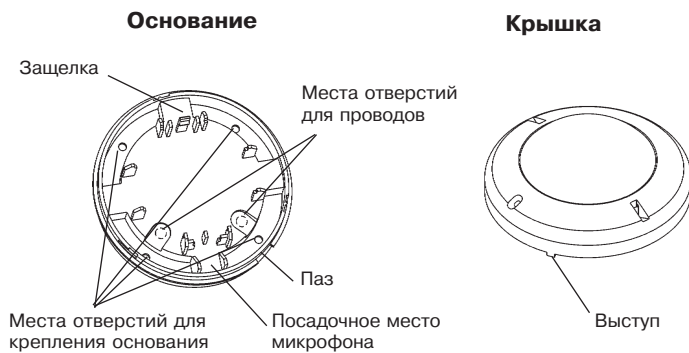

Рисунок 3 – Основание и крышка извещателя
• снимите крышку извещателя, повернув ее против часовой стрелки до упора (рисунок 3);
- просверлите в основании корпуса отверстия (рисунок 3), которые будут использоваться для прокладки проводов и крепления извещателя;